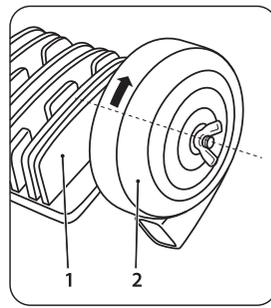
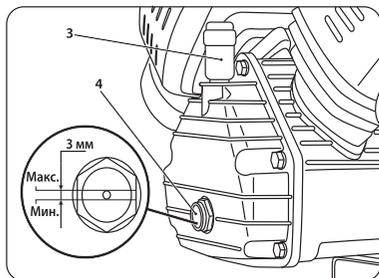

рис. 5
рис. 6
Верните воздушный фильтр (2) в отверстие головки блока цилиндра (1) (рис. 5).
Открутите пробку картера (рис. 6) и заправьте масло до максимального уровня (до красной отметки) в смотровом окне (4) (рис. 5). Используйте компрессорное масло, поставляемое с компрессором.
После заправки масла установите сапун (3) (рис. 6).